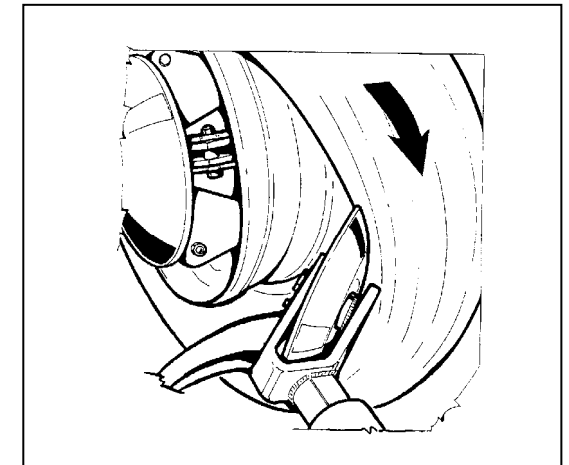

Fig.39
When breaking the inner bead be sure not to damage the valve stem (Fig.39).
*Répéter l'opération de détalonnage depuis la partie intérieure en veillant à ne pas détériorer la soupape (Fig.39).*
Den Abdrückvorgang auf der Innenseite wiederholen, wobei darauf zu achten ist, daß das Ventil nicht beschädigt wird (Abb.39).